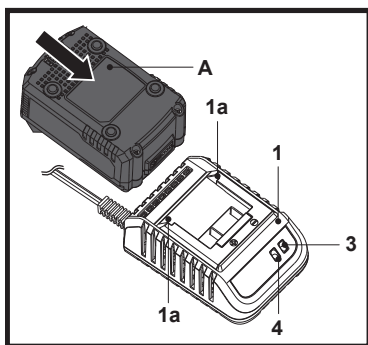
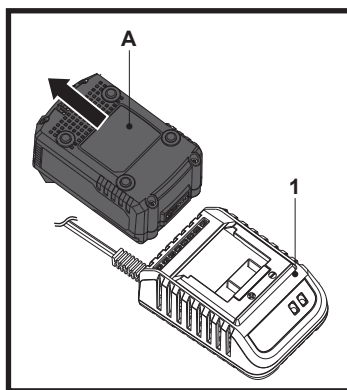

Fig. 1
Fig. 2
1. Alinhe e deslize a bateria (A) nas ranhuras de encaixe (1a) do carregador (1) até ao máximo. Certifique-se de que a bateria (A) está totalmente engatada com o carregador (1) (Fig. 1).
2. Ligue a ficha do carregador (1) à fonte de alimentação.
3. O indicador vermelho de carregamento (4) acende-se e o carregamento está em curso.
4. O indicador vermelho de carregamento (4) apaga-se e o indicador verde de alimentação (3) acende-se depois de o carregamento estar concluído (normalmente, demora 1 a 2 horas; consulte a secção "Indicadores de carregamento/alimentação" abaixo para ver o estado de carregamento). Desligue o carregador (1) da fonte de alimentação.
5. Retire a bateria (A) do carregador (1) (Fig. 2).